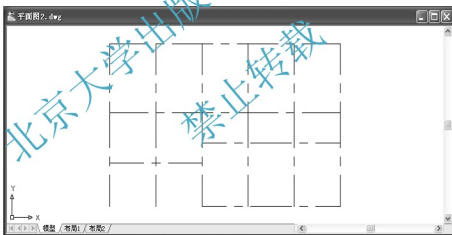

图 2.29 修剪 3 轴线右侧的 B 轴线,左侧的 C 轴线
(2) 同样的方法,以 3 轴线为边界将 B 轴线位于 3 轴线右侧的部分剪掉,将 C 轴线位于 3 轴线左侧的部分剪掉,结果如图 2.29 所示。